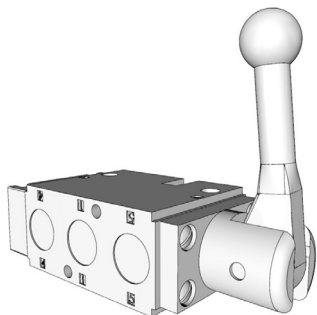

Рис. 15
- Нормальное положение: обеспечивает свободное вращение катушки (Рис. 15).